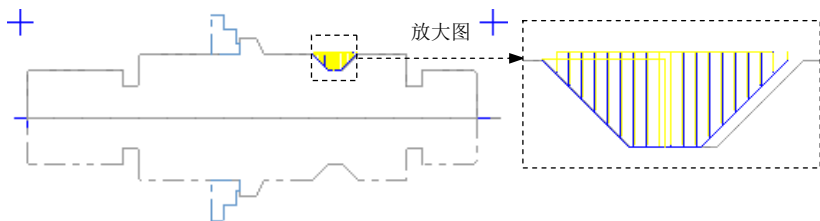

图 19.21 刀具路径
- (1) 在“车床-进刀粗车 属性”对话框中选择“T4848 R0.3 OD GROOVE RIGHT - MEDIUM”刀具。
(2) 单击 **Coolant...** 按钮, 系统弹出“Coolant...”对话框, 在 **Flood** (切削液) 下拉列表中选择 **On** 选项, 单击该对话框中的 按钮。
(3) 在“车床-进刀粗车 属性”对话框中单击 **径向粗车参数** 选项卡, 切换到“径向粗车参数”界面, 在 **切槽上的素材** 文本框中输入值 0.0, 其他参数接受系统默认设置值。
(4) 在“车床-进刀粗车 属性”对话框中单击 **径向精车参数** 选项卡, 切换到“径向精车参数”界面, 在 **转角暂停** 区域选中 **秒数** 单选项, 然后在 **转角暂停** 文本框中输入值 2.0; 单击 **进刀(I)** 按钮, 系统弹出“进刀”对话框, 在 **第一个路径引入** 选项卡的 **自动计算向量** 区域选中 ☒ **自动计算进刀向量** 复选框; 单击 **第二个路径引入** 选项卡, 在 **自动计算向量** 区域选中 ☒ **自动计算进刀向量** 复选框; 单击“进刀”对话框中的 按钮, 关闭“进刀”对话框。
Step4. 在“车床-进刀粗车 属性”对话框中单击 按钮, 完成加工参数的设置, 此时系统将自动生成图 19.21 所示的刀具路径。